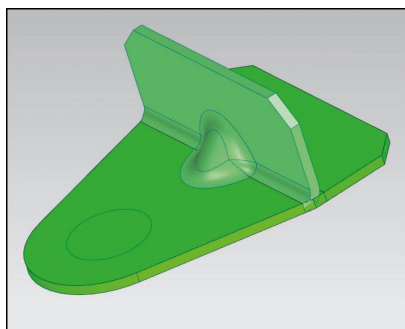
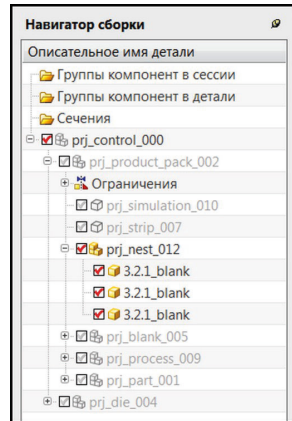

Рис. 5.7. Деталь и заготовка проекта
Рис. 5.9. Навигатор сборки проекта
1. Откройте файл *prj\_control\_000.prt* из папки 3\3.4. В графическом окне появится вид, показанный на рис. 5.7.
9. В результате разработки однорядного раскроя полосы для детали (рис. 5.7) в сборке проекта произошло изменение (рис. 5.9). Вместо компонента *prj\_nest\_012* создана подсборка *prj\_nest\_012*, содержащая три компонента 3.2.1 *blank*.